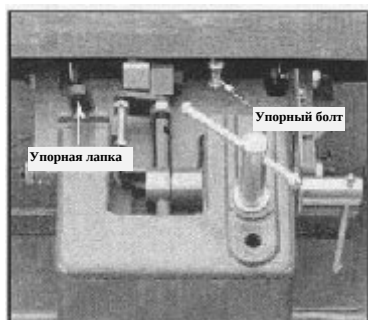

Рисунок 11. Расположение упорного болта и упорной лапки.
1. Ослабьте контргайку и опускайте линейку до тех пор, пока она не обопрется об упорный болт. См. рисунок 11.